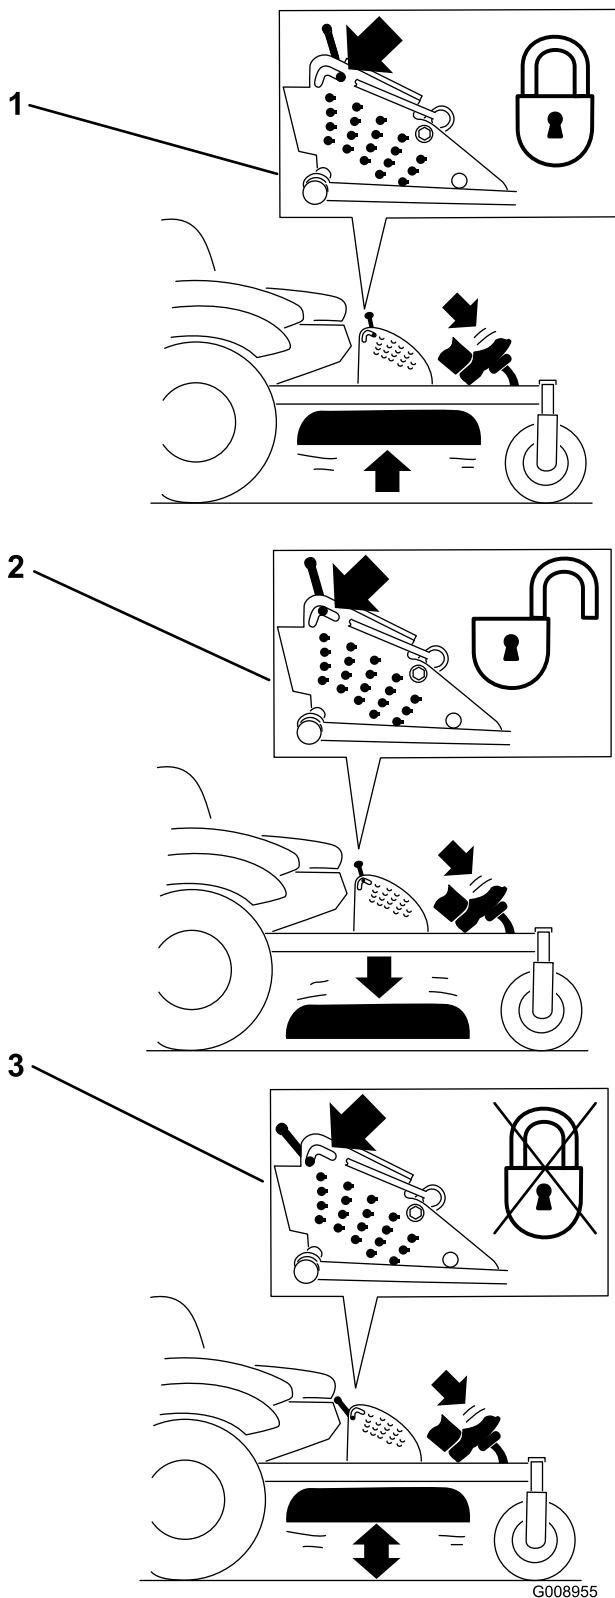

**Figura 23**
2. Para ir hacia atrás, tire lentamente de las palancas de control de movimiento hacia atrás (Figura 23).